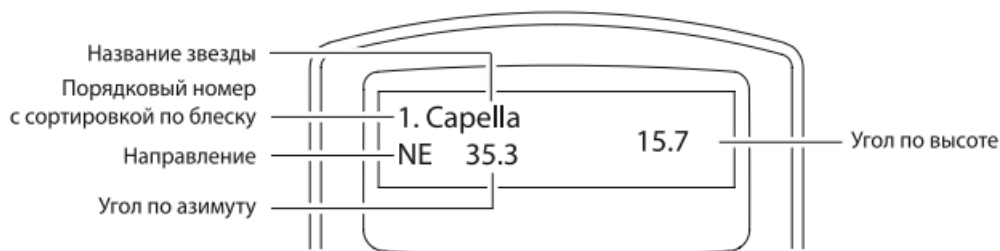

Рис. 3.4b
3. Пульт управления предложит список ярких звезд, расположенных в выбранном направлении и отсортированных по блеску так, что самая яркая звезда находится в начале списка. Для просмотра списка воспользуйтесь клавишами прокрутки. Пример индикации экрана показан на рис. 3.4b.